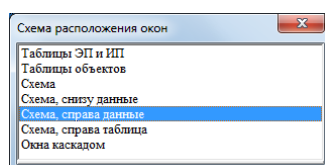

Рис. 11 Таблица схем расположения окон
– **Стандартный набор окон.** Программа в процессе работы предоставляет большой объем информации, которую приходится представлять во множестве таблиц-окон. Окона можно легко открывать и закрывать, легко перемещать их по экрану и изменять размеры. Наводить порядок в окнах может быть утомительно. Предусмотрен набор стандартных схем размещения окон. Переключаться между схемами размещения окон можно в процессе работы с использованием команды главного меню «Окна» (см. Рис. 11).